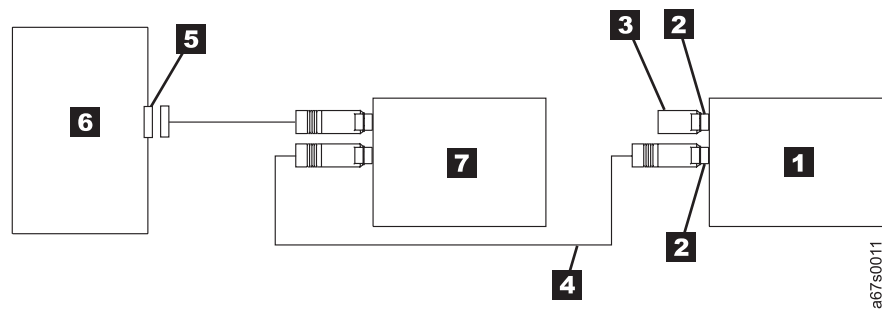

Abbildung 5. Beispiel für den Anschluss mehrerer SCSI-Einheiten an den Host. Diese Ansicht ist eine Ansicht von oben.
- **Ist der Bandkassetten-Autoloader IBM 3581 eine von mehreren Einheiten auf dem SCSI-Bus:** Schließen Sie das SCSI-Buskabel an die nächste Einheit auf dem Bus an, versetzen Sie den Abschluss-Stecker in die letzte Einheit auf dem Bus und setzen Sie dann den Host-Befehl zur Wiederaufnahme des Betriebs ab (siehe Abb. 5).